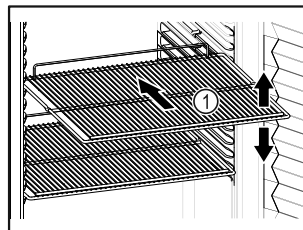

Fig. 60 Primjer izgleda
- ❑ Ako su rešetke za polaganje Fig. 60 (1) pomične, prilagodite ih po visini.